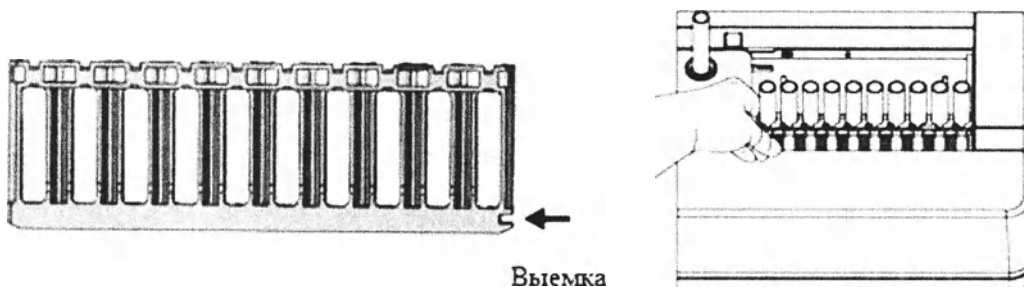

Рис. 4-3
1) Штатив для анализа должен быть размещен на платформе с правой стороны загрузчика образцов, а нижнее отверстие (выемка) с правой стороны штатива (см. Рисунок 4-3) должно быть вставлено в реверсивную пластину на правой стороне загрузчика образцов. Штатив необходимо разместить в нижней части загрузчика ближе к себе. (см. рис. 4-3).